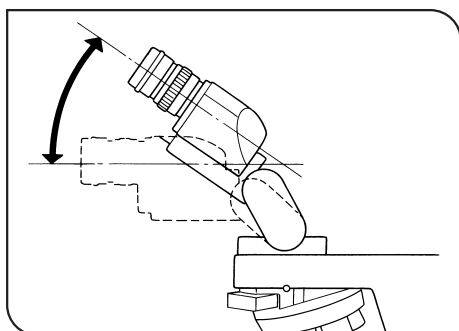

図 27
**6 ティルティング調整(U-TBI3の場合) (図 27)**